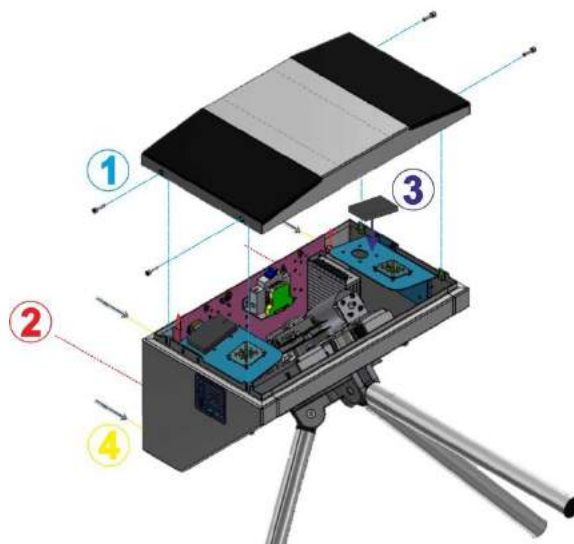

Рис. 14 – Общий вид сборки турникета-трипода «SKULL»
10) Для доступа к крепежным и технологическим отверстиям и клеммным колодкам турникета «SKULL» нужно снять крышку, открутив 4 винта на торцах (см. Рис.14).